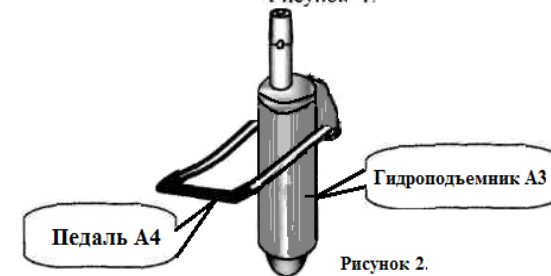

Рисунок 2.
5.2. Вставить (в оси через гидравлический цилиндр) педаль гидроподъемника А4 в отверстия гидроподъемника А3 и зажать винты в торце оси (Рисунок 2).